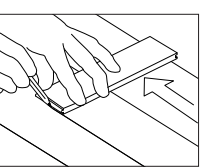

Figure 14
- Terminer la première rangée. Couper la dernière planche en laissant 13 mm (1/2 po) entre le mur et le plancher. (Se servir de l'autre extrémité de la planche coupée comme planche de départ pour toute rangée après la troisième rangée.) Installer une cale à l'extrémité de la planche entre le plancher en bois et le mur en laissant une zone de dilatation de 13 mm (1/2 po). Éviter d'installer des planches de longueur inférieure à 40,6 cm (16 po) dans les quatre premières rangées (Article F, Figure 14).
- Se servir d'un pied-de-biche pour ramener en place la dernière planche à partir de l'autre bout. Installer des cales dans l'espace libre et serrer (Article B, Figure 14).
- Couper ou utiliser une planche plus courte pour la première planche de la deuxième rangée. Commencer la deuxième rangée en appliquant un cordon de colle de 3 mm (1/8 po) le long du bas à l'intérieur de la rainure, à l'extrémité et sur le chant de la nouvelle planche. Installer la première planche de la deuxième rangée. Appliquer un cordon de colle le long le long du bas à l'intérieur de la rainure, à l'extrémité et sur le chant de la prochaine planche et installer cette dernière. Lors de l'installation de ces planches ensemble, utiliser une cale de frappe contre la languette et non contre la rainure (Article G, Figure 14). Taper légèrement sur ces planches à l'aide d'un marteau et de la cale de frappe pour les mettre en place. NE PAS taper directement avec un marteau sur le chant. Terminer la deuxième à la quatrième rangée en suivant cette technique. Insérer au besoin des cales aux extrémités pour limiter le mouvement du plancher.